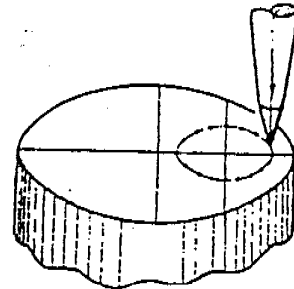

Figura 5
- c. Marque con punto de marcar ( Figura 5 )